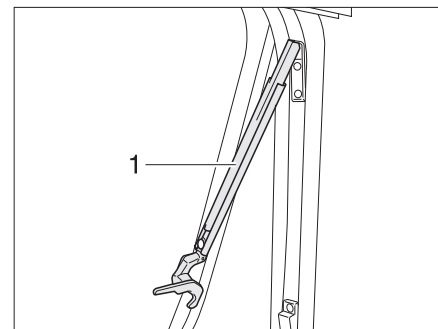

Fig. 38 Ventana abatible con soportes automáticos, abierta
- Abrir la ventana abatible hasta la posición de enclavamiento deseada. El soporte automático (Fig. 38,1) engatilla automáticamente.